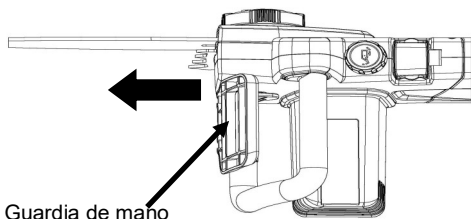

FIG. 19
■ Con el dorso de la mano izquierda accione el freno de la cadena; para ello, empuje la palanca del mismo (la protección de la mano) hacia la barra mientras se desplaza con rapidez la cadena. (Fig. 19)